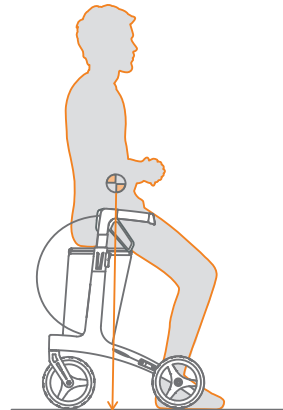

Figuur 7: Stoepranden opgaan met behulp van de stoephulp.
1. Benader de stoeprand zo dicht mogelijk (**Figuur 7**).
2. Plaats één voet op de stoephulp (1).
3. Kantel de Rollz Air naar achteren (2).